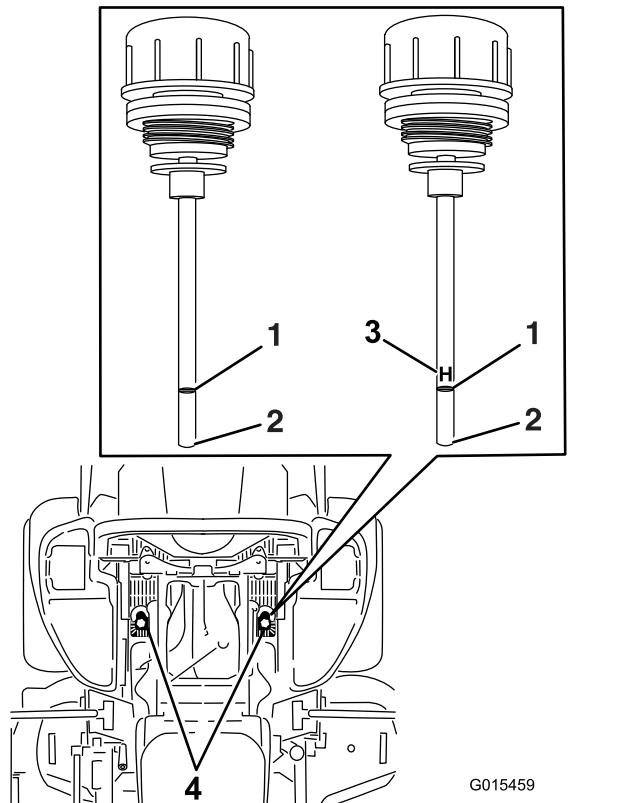

Figure 88
6. Nettoyez la surface autour des jauge des réservoirs du système hydraulique (Figure 88).
7. Sortez la jauge du réservoir hydraulique (Figure 88).
9. Ressortez la jauge et examinez l'extrémité (Figure 88).